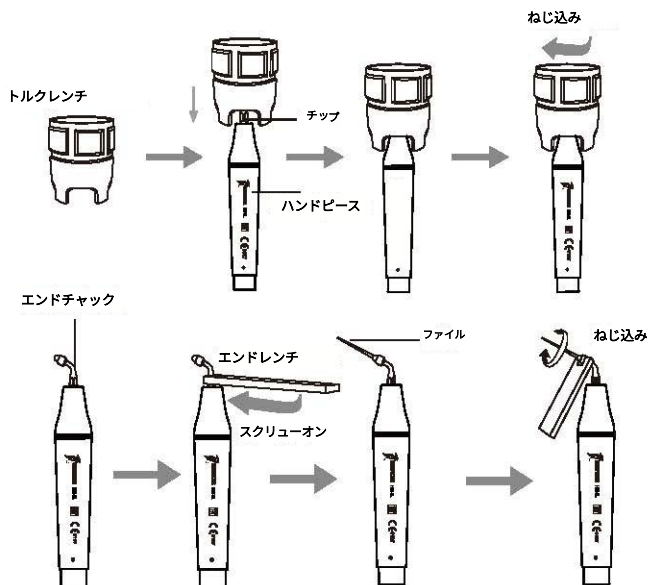

図6
i) 必要に応じて適切なスケーリングチップを選び、トルクレンチを使ってハンドピースにしっかりとねじ込みます（図6を参照）。
2.1.3 トルクレンチの取扱説明（図 6 を参照）
① スケーリングチップをトルクレンチにセットし、図 6 に示すように操作します。
② **チップの取り付け**：ハンドピースを保持し、トルクレンチを使って図6に示す方向にチップを回します。チップが停止したら、さらに1回転させると、チップの取り付けが完了します。
③ **チップの取り外し**：ハンドピースを保持し、トルクレンチを反時計回りに回します。
④ **治療のたびに滅菌器で滅菌してください。**
⑤ **次回使用時に火傷を防ぐため、滅菌後はトルクレンチを自然冷却させてください。**
⑥ **トルクレンチは、涼しく乾燥した風通しの良い場所に保管し、清潔に保ってください。**
- a) エンドレンチを使用して、エンドチャックをハンドピースに固定します（図6を参照）。